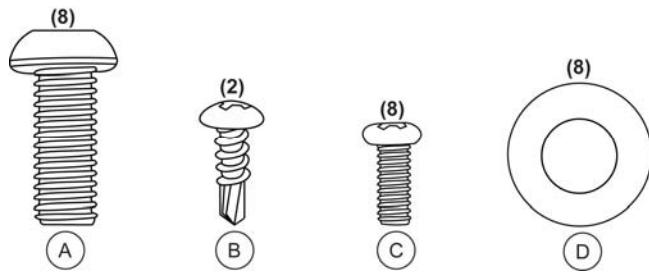

Figura 1
- (1) Bolsas plásticas que contienen:
- (2) Cubiertas para el soporte de la pantalla (frontal y trasera)
- Herramientas para ensamblaje (ver la figura 1)
6. Ajuste el pasamano a la plataforma con los (8) tornillos M8 de 1.25 x $\frac{3}{4}$ (A), las (8) rondanas (D) y la llave Allen de 5mm incluida (ver la figura 1).
14. Alinee los cuatro agujeros de montaje de la parte posterior de la pantalla con los cuatro agujeros de montaje del soporte de la pantalla. Ajuste el ensamblaje de la pantalla en el soporte de la pantalla. Utilice los (4) tornillos Phillips #5 x 3/8 (C) (ver la figura 1).
15. Coloque las cubiertas para los tornillos de los pivotes sobre los tornillos. Ajuste las cubiertas a la parte trasera del ensamblaje de la pantalla con los (4) tornillos Phillips #5 x 3/8 (C) (ver la figura 1).
16. Ajuste el soporte del adaptador de corriente al costado izquierdo del pasamano con los (2) tornillos para metal #8 x 1/2 (B) (ver la figura 1).
- Herramientas para ensamblaje (ver la figura 1 en la página 10)
9. Ajuste el soporte del adaptador de corriente al costado izquierdo del pasamano con los (2) tornillos para metal #8 x ½ (B) (ver la figura 1).